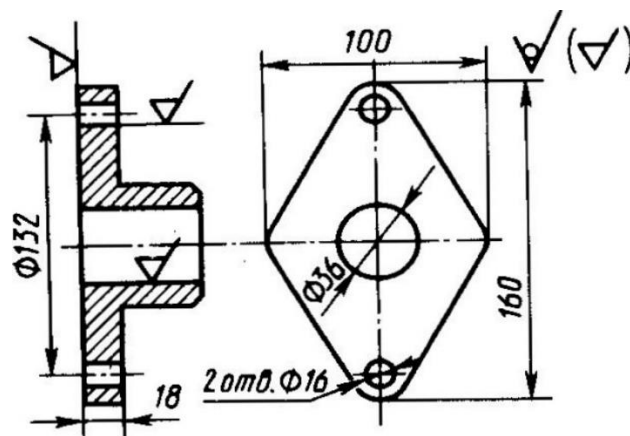

Рис. 12
2. По эскизу детали (рис. 12) разработайте эскизы элементов литейной формы, модели стержневого ящика собранной литейной формы (в разрезе). Опишите последовательность изготовления форм* методом ручной формовки. Материал детали – чугун СЧ20.